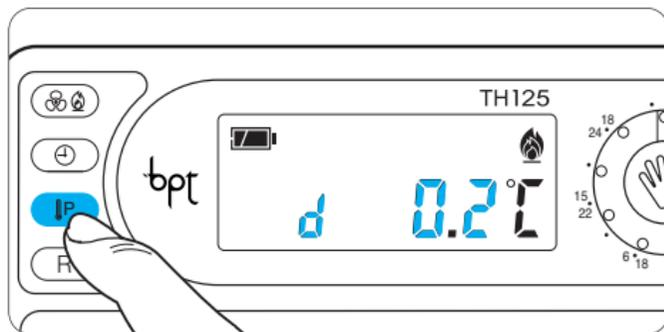

Fig. 13
4.1 - Premere due volte il pulsante **⏏** (fig. 13). Sul display compare la scritta **d 0.2°C** che rimane visualizzata per circa 10 s.